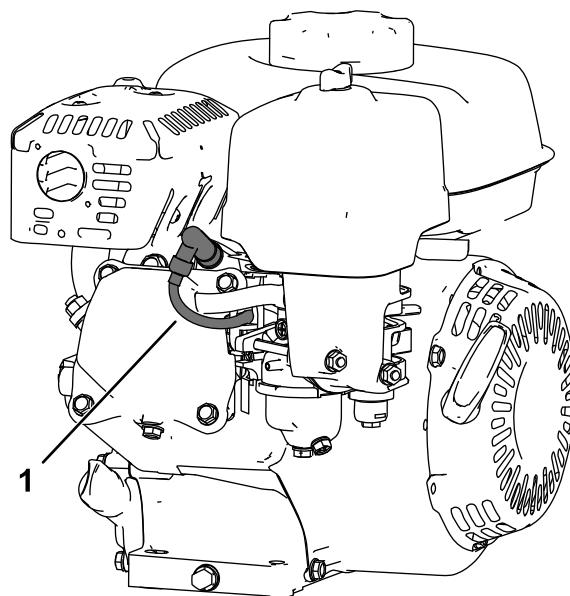

Figura 21
5. Scolate il cappellotto dalla candela (Figura 21).